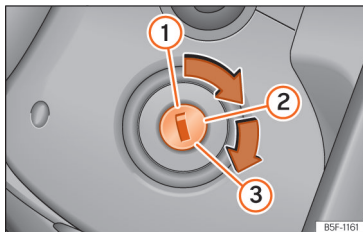

Abb. 82 Zündschloss
- Drehen Sie den Zündschlüssel in Stellung » » (Abb. 82) ②.
- Drehen Sie den Zündschlüssel weiter in die Stellung » » (Abb. 82) ③ ohne Gas zu geben.
- Wenn der Motor anspringt, Zündschlüssel loslassen. Beim Loslassen geht der Fahrzeugschlüssel in die Position ② zurück.
- Fahrzeuge mit Zündschloss: Drehen Sie den Zündschlüssel in Stellung » » (Abb. 82) ①.
- Fahrzeuge mit Starterknopf: Starterknopf kurz drücken » » (Abb. 82).